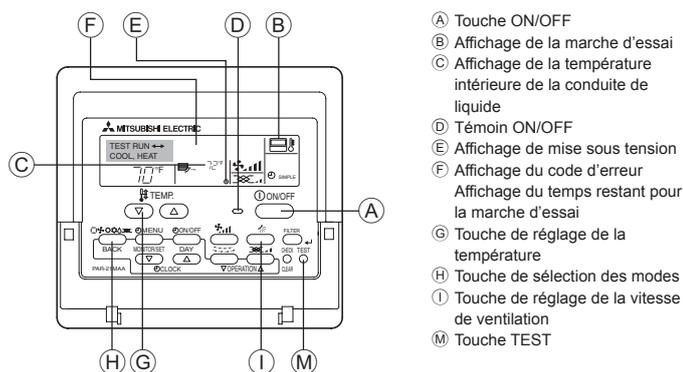

Fig. 7-1
7.2.1. Utilisation de la télécommande filaire (Fig. 7-1)
- ① Mettre l'appareil sous tension au moins douze heures avant l'essai de fonctionnement.
- ② Appuyer deux fois sur la touche [TEST] (ESSAI). → Affichage à cristaux liquides "TEST RUN" (ESSAI DE FONCTIONNEMENT)
- ③ Appuyer sur la touche [Mode selection] (Sélection Mode). → Vérifier si la soufflerie fonctionne.
- ④ Appuyer sur la touche [Mode selection] (Sélection Mode) et passer en mode refroidissement (ou chauffage). → Vérifier si la soufflerie souffle de l'air froid (ou chaud).
- ⑤ Appuyer sur la touche [Fan speed] (Vitesse soufflerie). → Vérifier si la vitesse de la soufflerie change.
- ⑥ Vérifier le bon fonctionnement du ventilateur de l'appareil extérieur.
- ⑦ Arrêter l'essai de fonctionnement en appuyant sur la touche [ON/OFF] (Marche/Arrêt). → Arrêt
- ⑧ Enregistrez un numéro de téléphone.